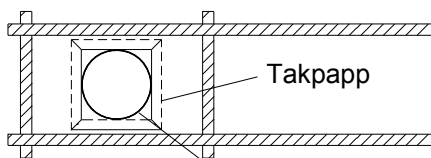

Fig. 2 TUB/TUS underbeslag
2. TUB/TUS placeras (krage uppåt) under takpapp i överkant och på sidorna samt ovanpå takpapp i nedkant, fig 2 och 3.